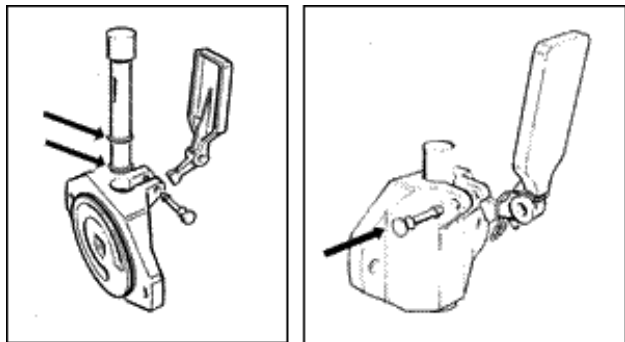

Fig. 17
- Dopo aver montato e lubrificato secondo necessità le guarnizioni del pistone (Fig. 17), inserire quest'ultimo nel suo alloggiamento nella flangia, rimontare la leva di erogazione e la sua molla e fissare il tutto con l'apposito perno (Fig. 17).